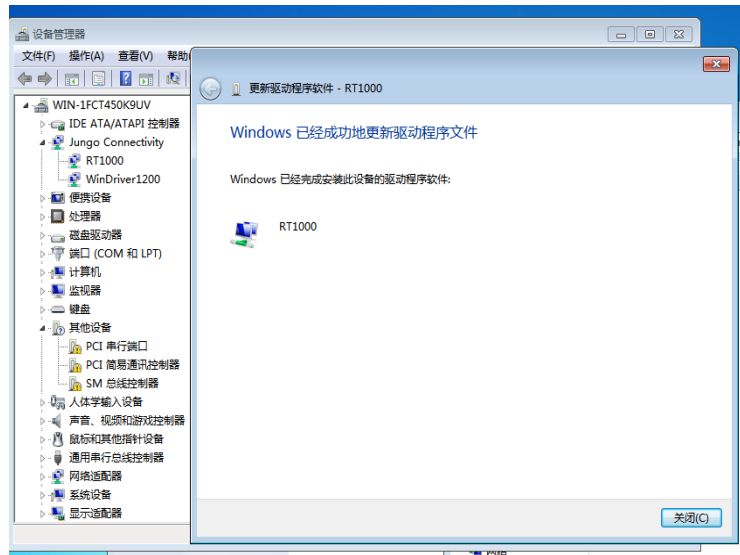

图 5-9 安装完成
- 8) 安装完成后，显示界面如图 5-9 所示，点击关闭；